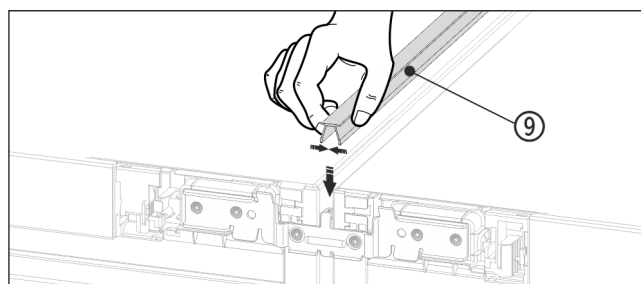

Fig. 19
- 在表面，将短护板条 Fig. 19 (9) 压入水平缝隙中。